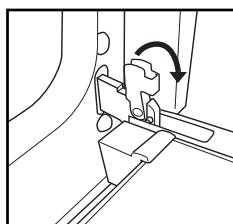

Fig.1
2. Levante los pestillos y empújelos al máximo hacia delante (Fig. 1).